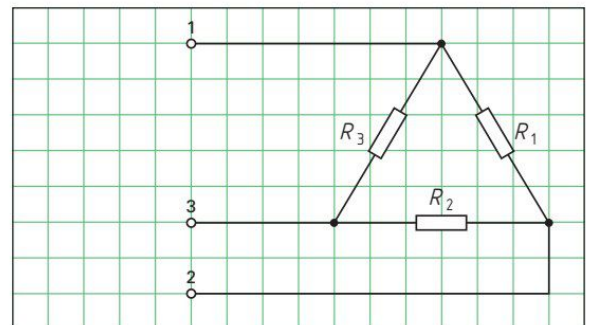

Bild 2: Widerstandsmessungen
8. Zeichnen Sie in **Bild 1** die Schaltung der Widerstände R_1 , R_2 und R_3 zwischen den Anschlussklemmen 3 und 2 nach **Bild 2, Seite 44**.
Sie haben nun die Werte ermittelt, die sich bei einer Widerstandsmessung zwischen den Klemmen ergeben sollten. Mit einem Widerstandsmessgerät (Ohmmeter) sollen jetzt die tatsächlichen Werte durch drei Messungen (**Bild 2**) bestimmt werden.
2. Zeichnen Sie den Anschluss der Widerstandsmessgerät für die drei durchzuführenden Messungen in die Schaltung (**Bild 2**) ein.